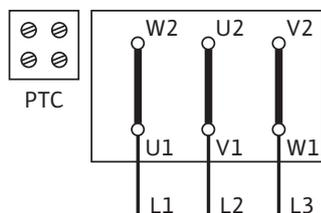

Fig. 45: Avviamento Y-Δ (standard)
Lo schema dell'allacciamento elettrico è riportato sulla morsettiera (vedi anche Fig. 45/46).
- L'alimentazione di rete della morsettiera dipende dalla potenza motore P_2 , dalla tensione di rete e dal tipo di connessione. Per il collegamento necessario ai ponti di connessione nella morsettiera consultare l'elenco seguente "Tab. 4: Assegnazione dei morsetti" a pagina 48 e la Fig. 45/46.
Avviamento Y-Δ (standard)	Rimuovere i ponti di connessione (Fig. 45)